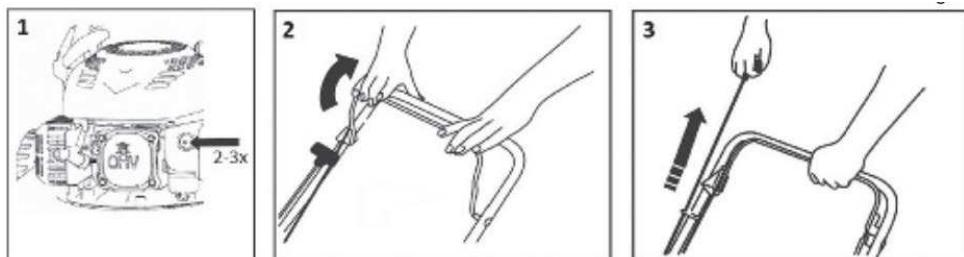

Рисунок 4.
4.1.1 За наявності бензину у баку заповніть паливну систему виробу ручною помпою (фігура 1 на рис. 4) до появи бензину у капсулі помпи без бульбашок повітря. За наявності на повітряному фільтрі пускової повітряної засувки – прикрийте її на момент пуску спеціальним важелем, особливо це стосується пуску холодного двигуна. У випадку відсутності такої засувки – пусковий режим спрацьовує автоматично.
4.1.2 Пусковий важіль притисніть до поперечини рукояті і утримуйте у цьому положенні для роботи системи запалювання (фігура 2 на рис. 4).